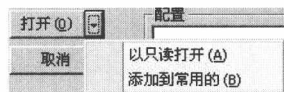

图 1-6 下拉列表
- 下拉箭头 (位于【打开】按钮右侧)：单击该按钮，会出现一个下拉列表，如图 1-6 所示，其中各选项的意义如下。